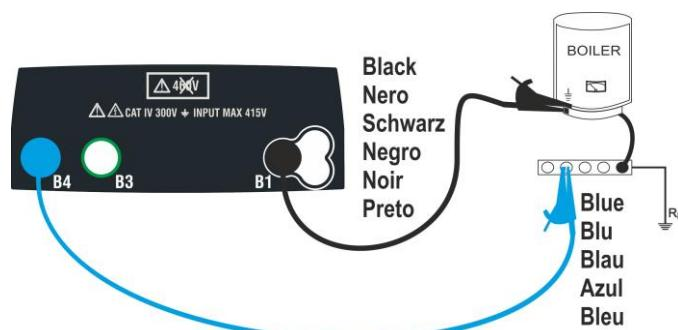
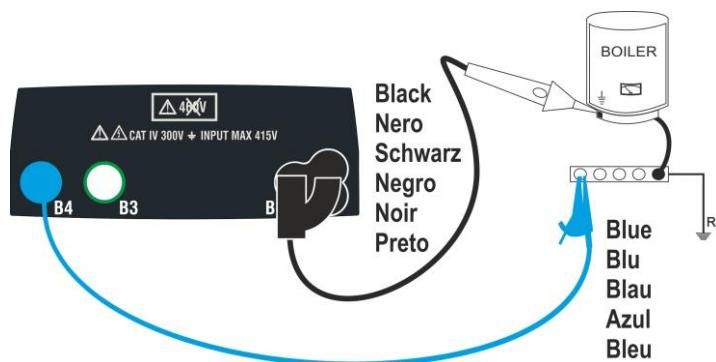

Fig. 10: Teste de continuidade através de cabos únicos
Fig. 11: Teste de continuidade via cabo remoto
- Ligue os cabos e/ou o cabo remoto ao condutor em teste de acordo com Fig. 10 ou Fig. 11.